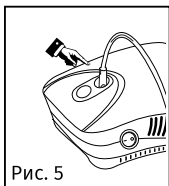

Рис. 5
7. Легкими круговими рухами приєднати інший кінець повітряної трубки до роз'єму трубки на приладі (рис. 5).